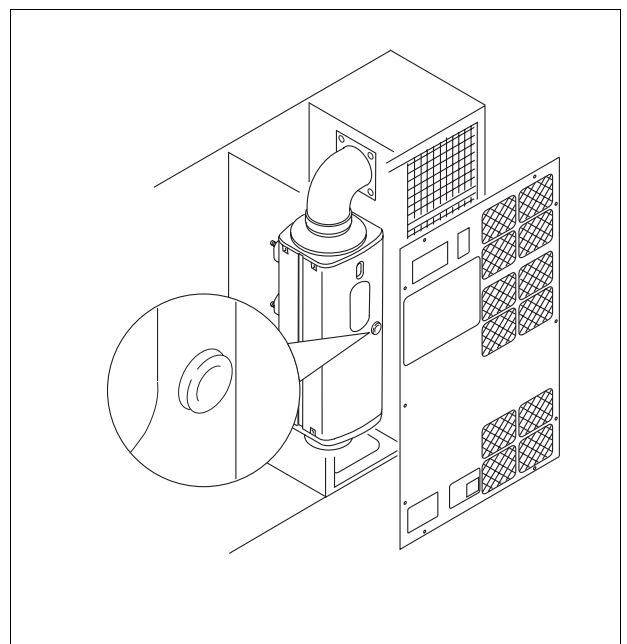

Bild 35
(1) Temperaturbegrenzer (Bild 35)